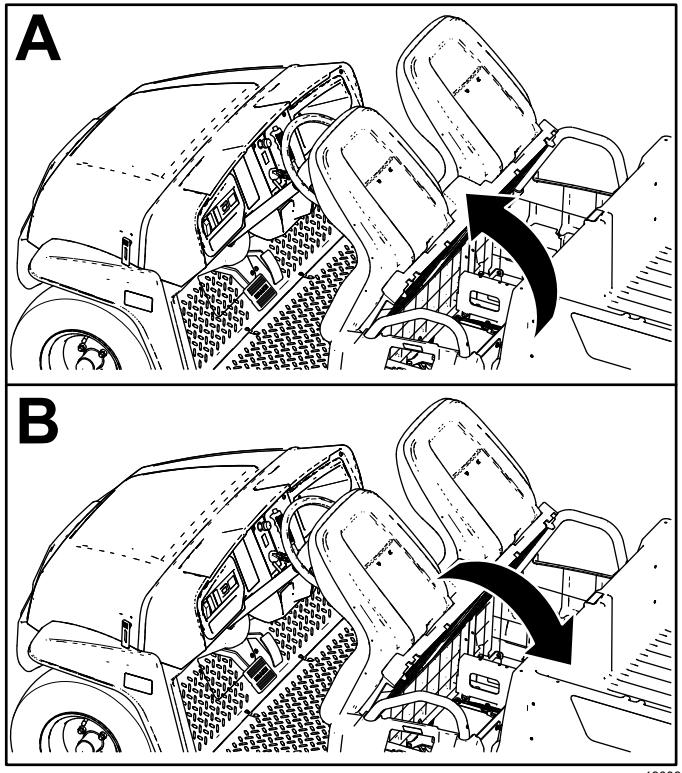

Figura 32
Para elevar o conjunto do banco, empurre o conjunto do banco para a frente até assentar no volante (Figura 32).
Para descer o conjunto do banco, empurre o conjunto do banco para trás até assentar na sua posição original (Figura 32).
1. Empurre o conjunto do banco para a frente para aceder à posição levantada (Figura 32).